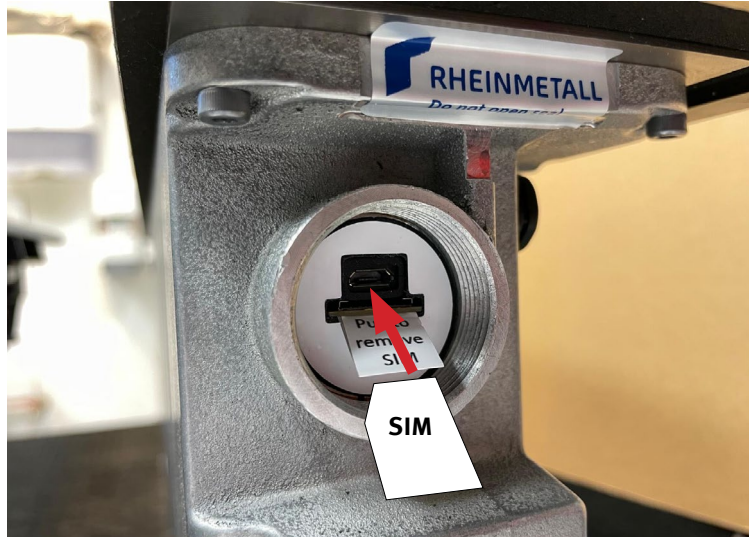

Abb. 46: SIM-Karten-Halter
- ▶ Ziehen Sie den SIM-Karten-Halter an der angebrachten Lasche nach vorne (vgl. Abb. 46).